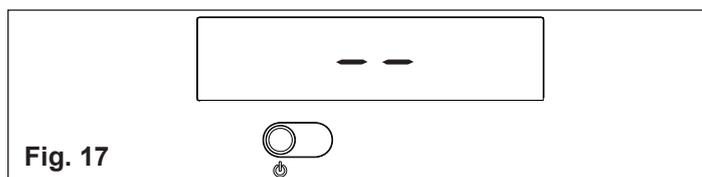
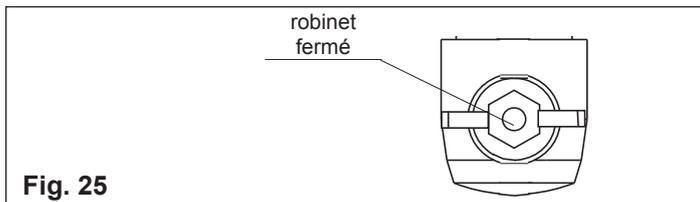

Fig. 17
Fig. 25
- ⚠ La chaudière se rallume dans l'état dans lequel se trouvait avant d'être éteinte: si la chaudière se trouvait en mode hiver confort lorsqu'elle a été éteinte, elle se rallume en mode hiver confort; si elle se trouvait dans l'état OFF, l'afficheur montre deux segments en son centre (fig. 17). Appuyez sur la touche pour activer le fonctionnement.
En cas de courtes absences, appuyez sur la touche  pour éteindre la chaudière. Dans la zone centrale de l'afficheur apparaissent deux segments (fig. 17). De la sorte l'alimentation électrique et l'alimentation en combustible sont actives mais la chaudière est protégée par les systèmes:
En cas d'absence prolongée, appuyez sur la touche  pour éteindre la chaudière (fig. 17). Dans la zone centrale de l'afficheur apparaissent deux segments. Placez l'interrupteur général de l'installation sur "éteint". Fermez le robinet de gaz placé sous la chaudière en faisant pivoter la poignée en sens horaire (fig. 25).